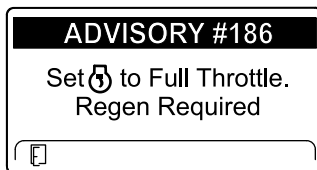

Рисунок 51
**Примечание:** Если температура выхлопа двигателя слишком низкая, на дисплее инфо-центра появится ИНФОРМАЦИОННОЕ СООБЩЕНИЕ № 186 (Рисунок 51), чтобы сообщить, что необходимо установить максимальное положение дроссельной заслонки (высокая частота холостого хода).